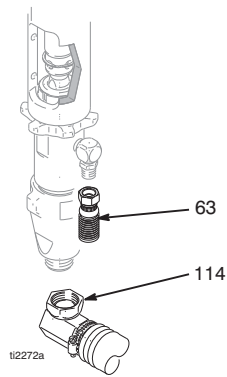

图 7
3. (图 7) 卸下吸料管 (114) 和涂料软管 (63) (在旋转接头端卸下)。